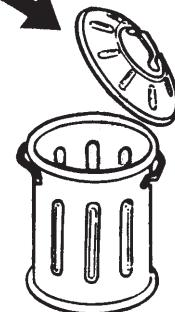

FIG.9
- 2c.Anbring skabelonen 3 ifølge fig.9 midt på kofangerens yderside. Sav den afmærkede del af ifølge fig.9.
- 2c. Colocar la plantilla 3 de acuerdo con la fig. 9 en el centro exterior del parachoques. Serrar la parte indicada de acuerdo con la fig. 9.